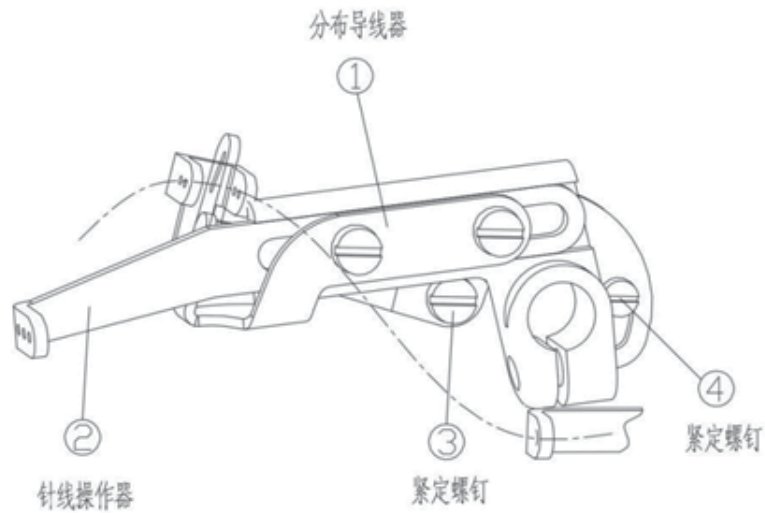

Figure 8-3
分布导线器①在最高点时，松开紧定螺钉③，分布导线器的导线线道里侧上端调整成与分布导线器的长槽下端一致，然后拧紧紧定螺钉③（图 8-3）。
① at the top point ,release set screw③ ,make the top of inner guide line fix to the bottom of guider slot, then tight the set screw ③ ( Figure 8-3 ) 。